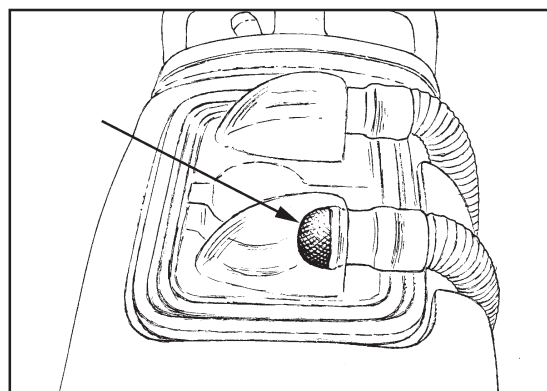

Figure 30
3. Assurez-vous que le filtre de l'écran est correctement installé dans le couvercle de récupération et qu'il est propre (Voir Figure 30).
4. Compruebe que la tapa del depósito de recuperación está correctamente colocada (voir figure 30).